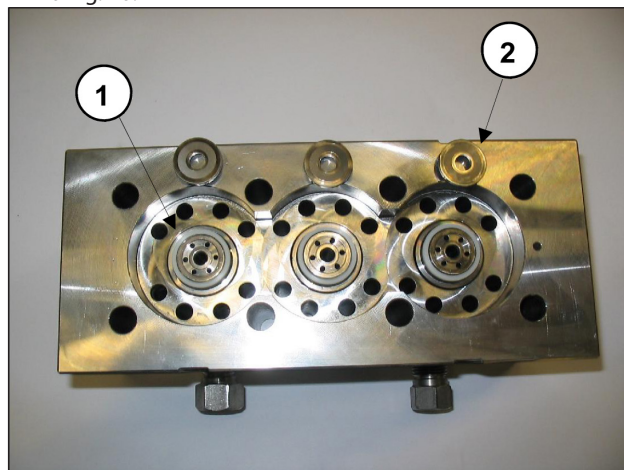

Fig. 41
Durant le démontage des chemises, faire attention à ne pas perdre les sièges de soupapes ① et les soupapes plates ② comme le montre la Fig. 41 car elles pourraient tomber du fait qu'elles sont simplement posées sur le fond.